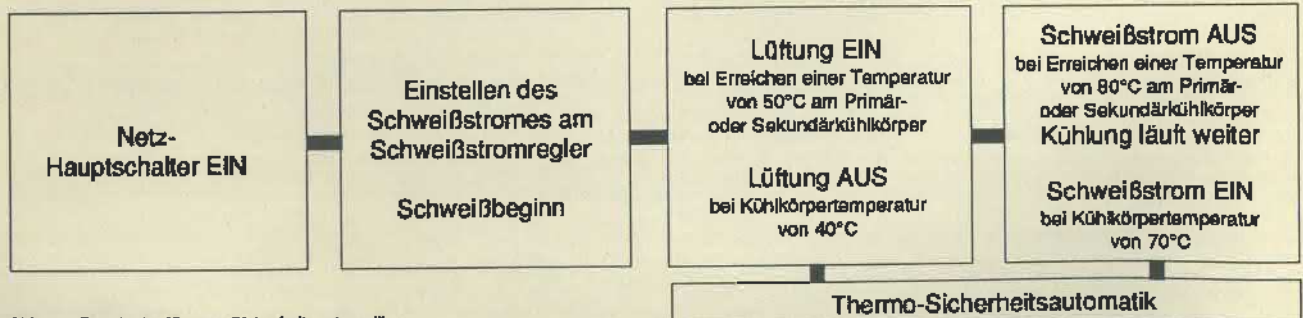

Abb. 1 Prinzip der Thermo-Sicherheitsautomatik
Die Kühlluft gelangt über Luftschlitze in den Geräteinnenteil und strömt über inaktive Bauteile in den Lüftungskanal zum Lüftungsaustritt. Der Lüftungskanal stellt eine wesentliche Sicherheitseinrichtung dar, da dieser keine elektronischen Bauteile beinhaltet, sondern nur für optimale Kühlung sorgt. Leistungselektronik und Steuereinrichtung des Gerätes sind in der staubgeschützten Zone untergebracht. Eine vollelektronische Thermo-Sicherheitsautomatik steuert nachfolgenden Kühlungsablauf. (Abb. 1)
④ **ÜBERTEMPERATURANZEIGE** leuchtet auf, wenn das Gerät überlastet wurde, bzw. wenn die Temperatur am Primär- oder Sekundärkühlkörper 80°C erreicht hat (siehe Abb. 1).
⑤ **FUNKTIONSWAHLSCHALTER** für